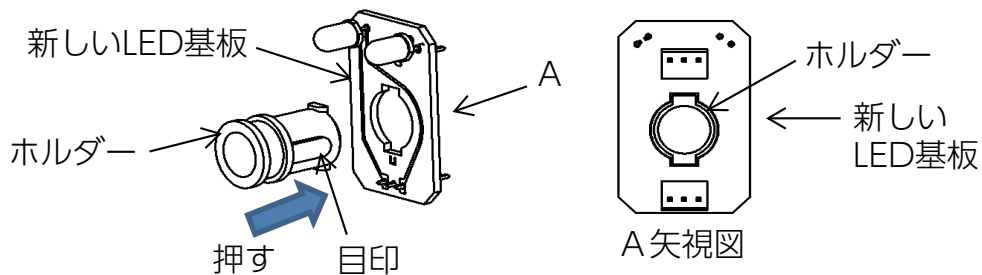

図10
- ② 取外したホルダーを新しいLED基板へ押し込んで下さい。（図10）